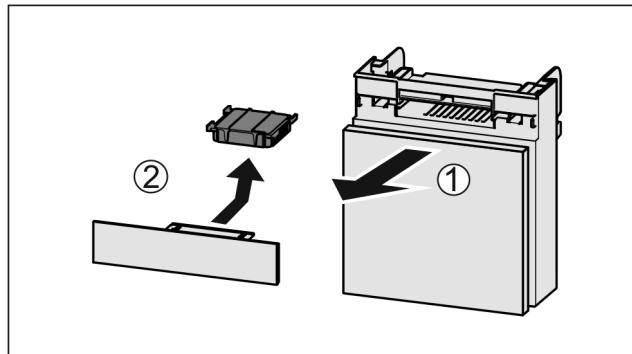

Fig. 62
- Вытянуть Fig. 62 (1) отделение движением вперед.
- Извлечение Fig. 62 (2) фильтра с активированным углем.